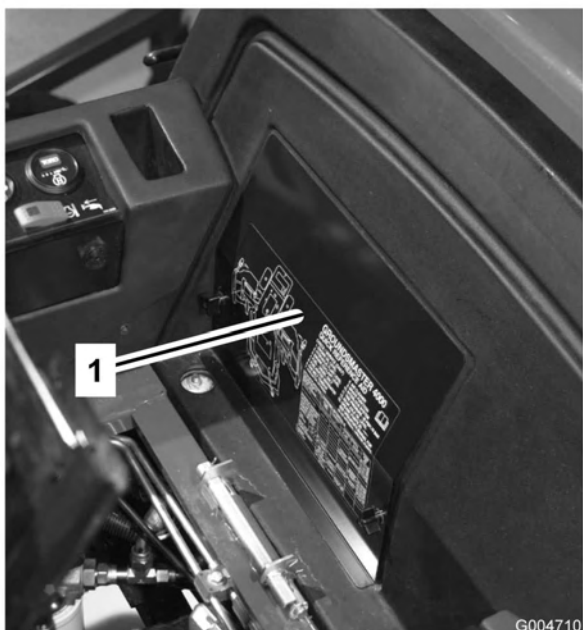

Figura 53
2. Retire a cobertura da bateria (Figura 53).